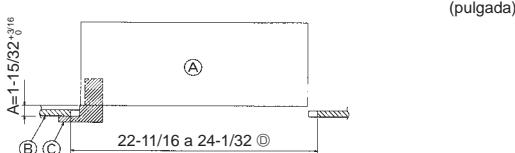

Fig. 6-2
② Tornillo con arandela	4	M5 × 0,8 × 28 (mm)
③ Calibre	1
④ Cable de enlace para el receptor de señales	1	Se incluye si la unidad dispone del receptor de señales.
⑤ Cable de enlace para el sensor i-See	1	Se incluye si la unidad dispone del sensor i-See.
⑥ Remache	2	Se incluye si la unidad dispone del receptor de señales.
⑦ Remache	2	Se incluye si la unidad dispone del sensor i-See.
⑧ Mando a distancia inalámbrico	1	Se incluye si la unidad dispone del mando a distancia inalámbrico.
⑨ Soporte del controlador remoto	1	Se incluye si la unidad dispone del mando a distancia inalámbrico.
⑩ Pilas LR6 AA	2	Se incluye si la unidad dispone del mando a distancia inalámbrico.
⑪ Tornillos roscados de 3,5 × 16 mm	2	Se incluye si la unidad dispone del mando a distancia inalámbrico.
6.2. Preparación para colocar la rejilla (Fig. 6-2)